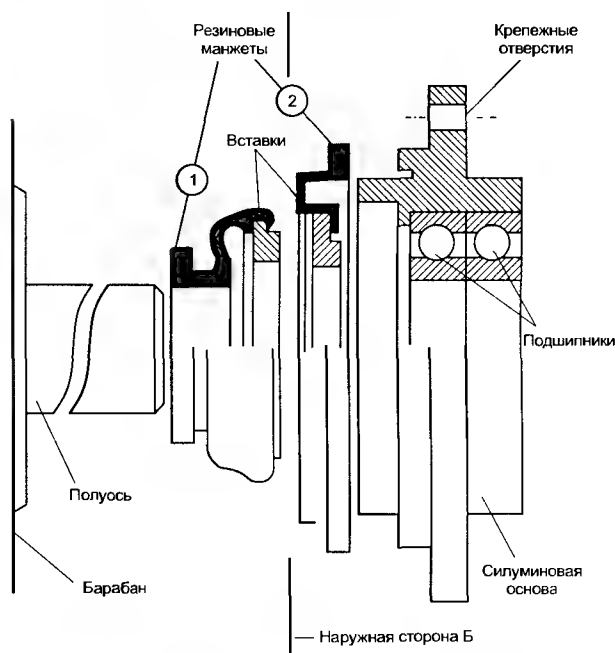
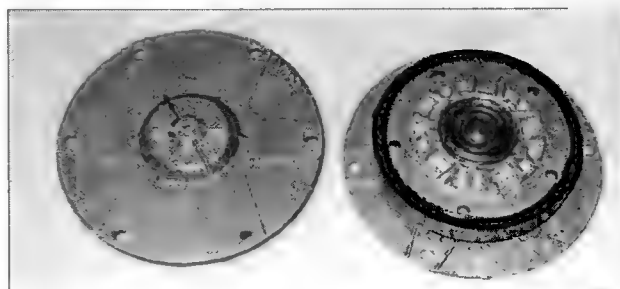

Рис. 13.9. Устройство готового сборного узла вращения
Рис. 13.10. Готовый сборный узел
При сборке СМА с вертикальной загрузкой также широко применяются различные готовые узлы вращения. На рис. 13.8 представлена одна конструкция. Рассмотрим подробно. В этом узле рис. 13.9 используются уплотняющие кольцевые вставки из графитированного пластика. Это весьма эффективно, т. к. графит обладает свойством самосмазываемости и вставки во время работы притираются друг к другу. Прижим вставок обеспечивается за счет упругости резиновой манжеты (1), которая надевается на полуось барабана, а с наружной стороны бака привинчивается другая часть с графитовой вставкой и подшипниками. (Если на этой полуоси надет шкив, то для разгрузки узла вращения иногда ставят два подшипника.) И, наконец, еще один уплотняющий узел показан на рис. 13.10. Такие готовые узлы привинчиваются (или приклепываются) с обеих сторон барабана и через кольцевые резиновые прокладки привинчиваются к баку и к его крышке. В полуоси каждого узла (мастера называют их опорами) сделано коническое углубле-